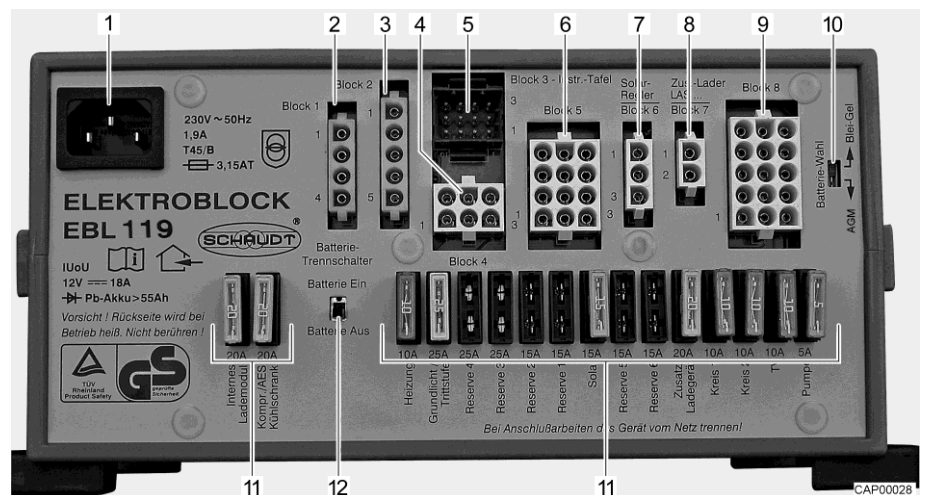

Bild 190 Elektroblock (EBL 119, beispielhaft)
- ▷ Der Elektroblock EBL 99 und der Elektroblock EBL 119 sind bis auf den Schalter Batterie-Wahl (Bild 190,10) gleich aufgebaut.